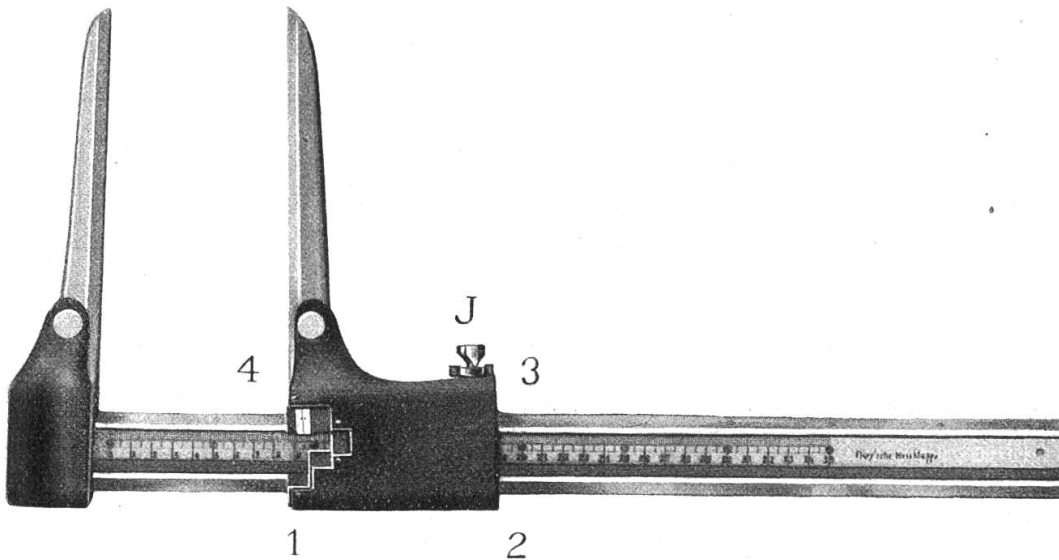

Abb. 1. Flurnische Meßkluppe
1. Fall, Fig. 1. Der Stamm St wird mit der sich beim Zug selbst schließenden Zange Z gefaßt, welche durch einen Haken mit dem Drahtseil S (Zugseil) verbunden wird. An einem ungefähr in der Zugrichtung und jenseits des Weges stehenden Baumstamm B wird das Bindedrahtseil befestigt und die Rolle R angehängt. Über diese Rolle gleitet das
Im Jahre 1913 hat Dr. Ph. Flury eine neue Kluppe konstruiert (Abb. 1), die allen Anforderungen, welche an ein solches Instrument gestellt werden können, entsprechen dürfte. (Vgl. „Zeitschrift“ 1913, S. 89.)